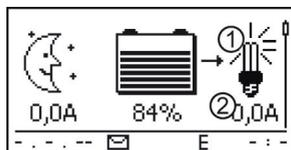

Fig. 15 Contenido del display después de conectar la salida de carga
3. ➔ Conectar la salida de carga. Aparece la lámpara ① (Fig. 15) en el display.
4. ➔ Conectar el consumidor. La corriente de consumo se mostrará en el display ② a partir de 0,1 A.
5. ➔ Si no se visualiza Fig. 15, comprobar la instalación y eliminar el error a base del apartado 15.